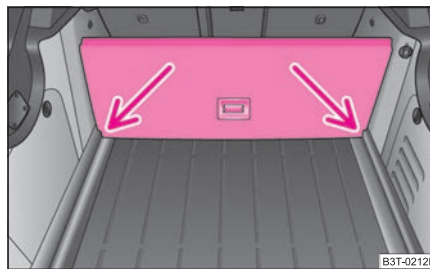

Abb. 82 Gepäckraum: Abtrennung des Gepäckraums
- Heben Sie den Teil des Bodens mit der Halterung an und sichern Sie ihn durch Verschieben in die mit Pfeilen gekennzeichneten Nuten ⇒ Abb. 82. ■